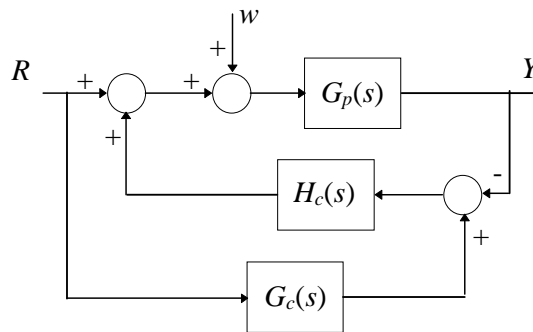

Figura 24
**Ejercicio 6. 8. Retroacción condicional.** Dado el sistema de la Figura 24, con